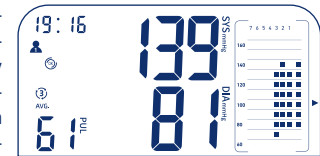

Bild 10
- Nach Abschluss der dritten Messung werden die Durchschnittswerte berechnet und im Display angezeigt (Bild 10). In der Balkengrafik wird in der rechten Spalte das Durchschnittsergebnis der Dreifachmessung angezeigt. In den Spalten 1-3 sehen Sie die Ergebnisse der drei Einzelmessungen.